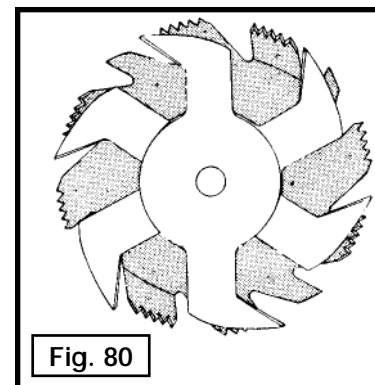
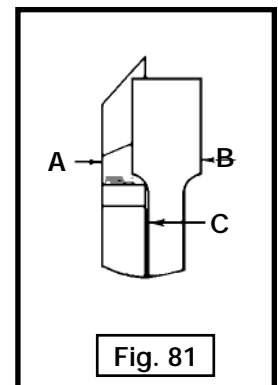

Fig. 80
Fig. 81
Cortar ranuras consiste en realizar un rebajo o surco ancho en la pieza de trabajo. La mayoría de los juegos de cabezales para ranuras están compuestos de dos sierras externas y cuatro o cinco cuchillas internas, (Fig. 80). Se utilizan diversas combinaciones de sierras y cuchillas para cortar ranuras desde 3,17 mm (1/8") hasta 20,63 mm (13/16") para la instalación de estantes y la realización de uniones, espigas, ranuras, etc. Las cuchillas son muy dentadas y deben estar dispuestas de tal modo que los dientes no se golpeen entre sí durante la rotación. La parte pesada de las cuchillas debe caer dentro de los pasos de las sierras externas, como muestra la Fig. 80. La superposición de la sierra y la cuchilla se distingue en la Fig. 81, siendo (A) la sierra externa, (B) una cuchilla interna y (C) una arandela o arandelas de papel, usadas según sea necesario para controlar el ancho exacto de la ranura. Para cortar una ranura de 6,35 mm (1/4") se utilizan dos sierras externas. Los dientes de las sierras deben estar ubicados de manera que el rastrillador de una sierra quede junto a los dientes de corte de la otra sierra.